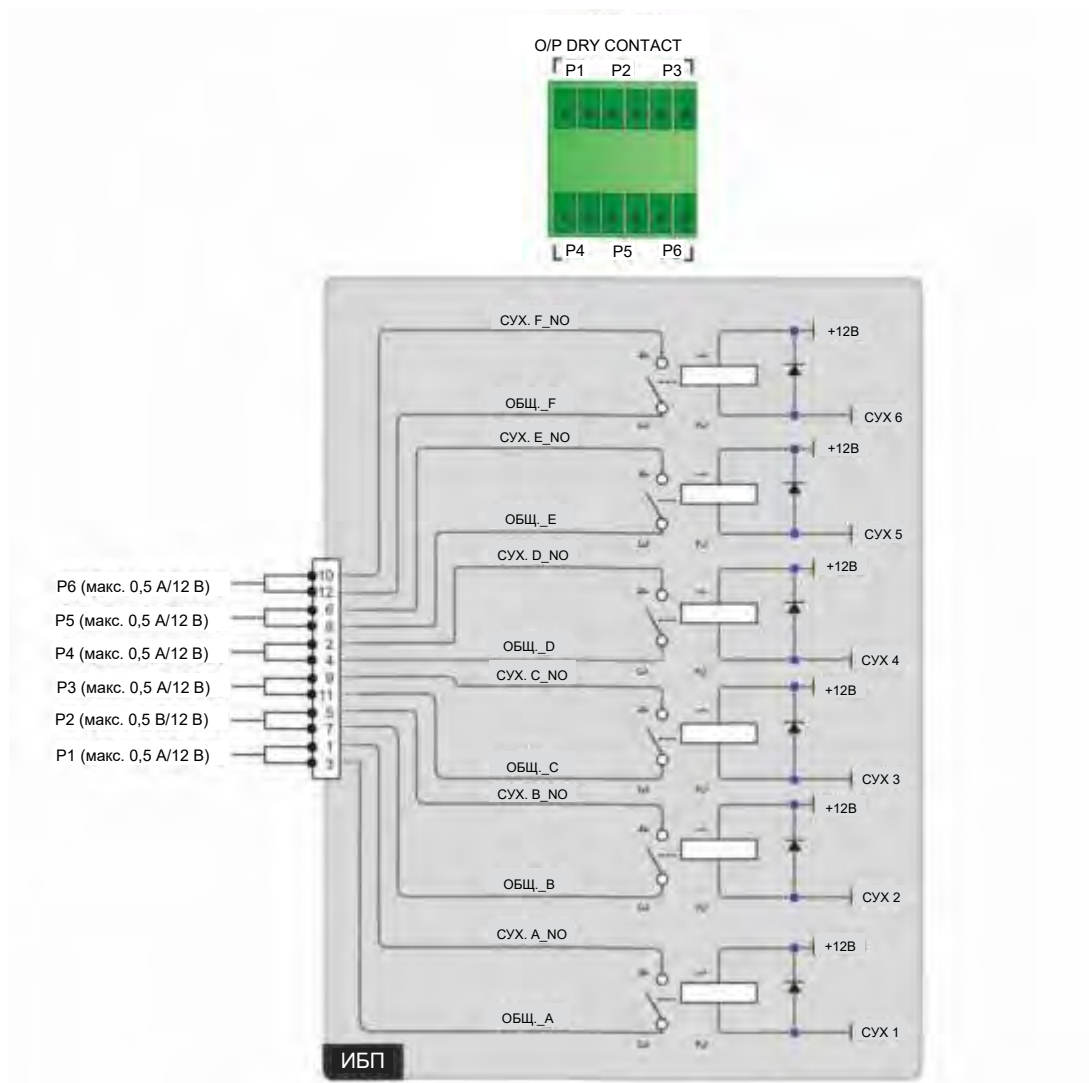

Рисунок 4-9: Схема выходных сухих контактов
В комплекте есть шесть наборов программируемых выходных сухих контактов (см. **Рисунок 4-9**). Используйте сенсорную панель для настройки каждого сухого контакта как нормально разомкнутого (NO) или нормально замкнутого (NC). Каждому сухому контакту можно назначить конкретное событие для срабатывания. Исходя из области применения ИБП, можно назначить 6 событий из 21. См. описание 21 программируемого события в таблице ниже. Для изучения инструкций по настройке, свяжитесь с местным дилером и обратитесь к п. **7.10.6 Настройка сухих контактов**.